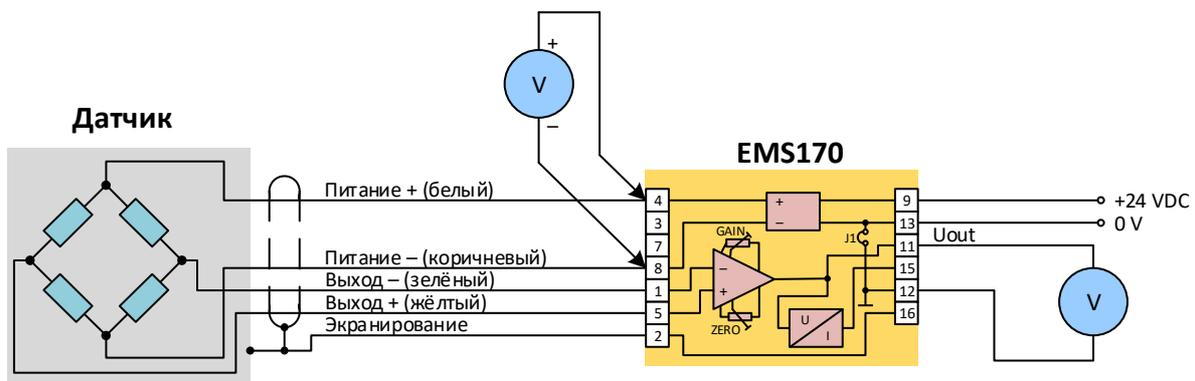

Рис. 10. Измерение напряжения питания датчика
3. **Контроль питания датчика 2 (при нагрузке).** Если питание датчика, измеряемое по предыдущему пункту, было в порядке, то надо его измерить и с присоединённым датчиком. Может случиться, что ошибка проявится при нагрузке. Датчик надо присоединить по рис. 10 и снова измерить напряжение на клеммах 4 и 8. Напряжение не должно измениться, т.е. должно бы остаться первоначальное значение 5 В или 10 В . Если значение изменится (понижится), то ошибка в питательной части преобразователя или может быть испорчен датчик – имеет короткое замыкание. В таком случае надо измерить сопротивление датчика по описанию в следующем шаге.